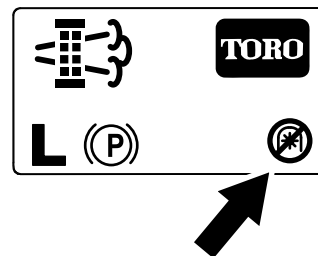

Figura 52
**Notă:** Ecranul de pornire afiează pictograma pentru priză de putere dezactivată (Figura 52).
**Notă:** Ecranul de pornire afiează pictograma pentru priza de putere dezactivată; consultai **Figura 52** în **Mesaje privind regenerarea în stare de parcare (Pagină 48)**.